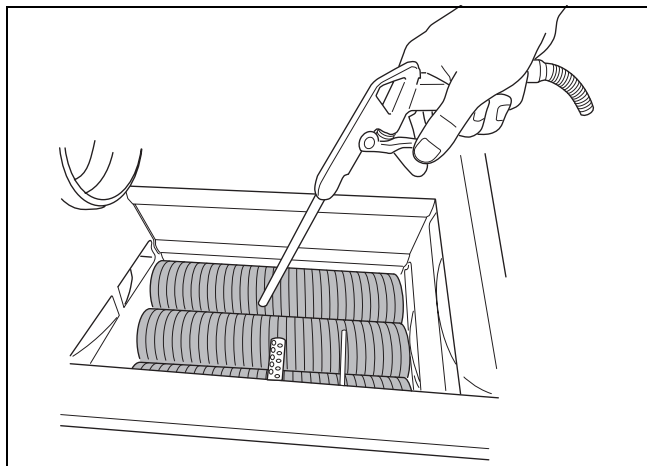

Fig. 98 Pulizia dello scambiatore di calore
- Pulire lo scambiatore di calore con aria compressa o con una spazzola morbida (→ fig. 98).